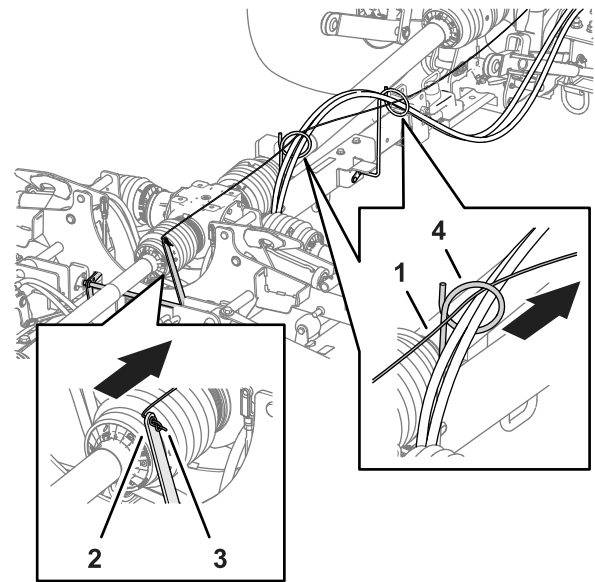

Рисунок 12
2. Проложите свободный конец троса фиксаторов дек от рычага фиксатора через 2 направляющие шланга (Рисунок 12).